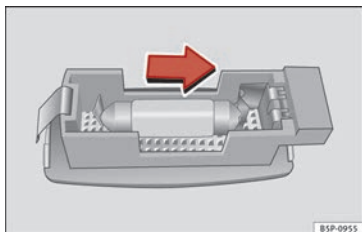

Fig. 201 Smontaggio della luce dell'aletta parasole.
- Estrarre con cautela il coprifanale utilizzando il cacciavite dal lato piatto, come indicato nella figura »» **fig. 201**.
- Rimuovere la lampada muovendola verso l'esterno nel senso della freccia »» **fig. 201**.